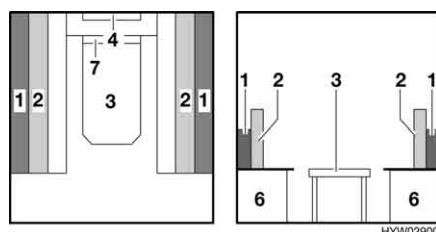

Fig. 49 Durante la trasformazione
- Alzare il piano del tavolo (Fig. 49,3) di circa 45°, sollevarlo dalla guida di supporto superiore (Fig. 49,4) e mantenerlo ad un angolo di 45°.
- Agganciare il piano del tavolo nella guida di supporto inferiore con un angolo di 45° (Fig. 49,7) e deporlo sul pavimento con i puntelli.